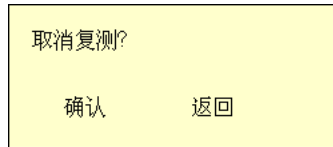

图 7.13 复测提示界面
**复测：**如果用户在测试过程中，发现某些测点因为某些原因需要重新进行测试，则可以把光标移到该测点然后进入复测状态，用户在复测状态下，不能进行数据浏览等操作，如果移动上下光标，会弹出图 7.13 所示的提示界面，提醒用户必须退出复测状态以后才可以进行其他操作。